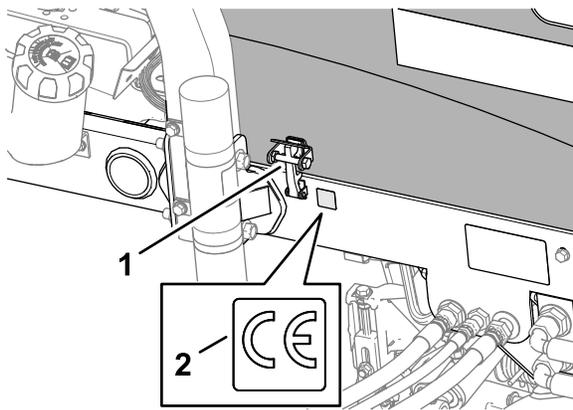

Figura 38
3. Limpie el bastidor izquierdo cerca del cierre del capó con alcohol, y deje que el bastidor se seque (Figura 38).
1. Cierre del capó (CE)
4. Retire el papel protector y aplique la pegatina CE (Pieza N° 133-8095) al bastidor, como se muestra en la Figura 38.